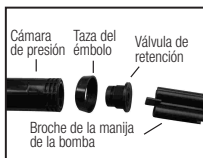

Figura 3
4) **Válvula de retención:** Retire el montaje de la válvula de retención de la base de la cámara de presión utilizando el broche de la manija de la bomba (el broche tiene una hoja plana incorporada en el extremo). Coloque la hoja plana en la ranura en la base del cartucho y desatornille. Una vez que el cartucho ha sido retirado puede reemplazarse como un montaje o rearmarse. Para rearmar, desensamble las dos mitades del cartucho y reemplace el sello y/o bola (Figura 3 y 4). El sello va montado dentro de la mitad más grande del cartucho. La parte lateral del agujero escariado del sello se monta en las ranuras de la otra mitad del cartucho. El rendimiento de la bomba puede afectarse si no se ensambla correctamente.